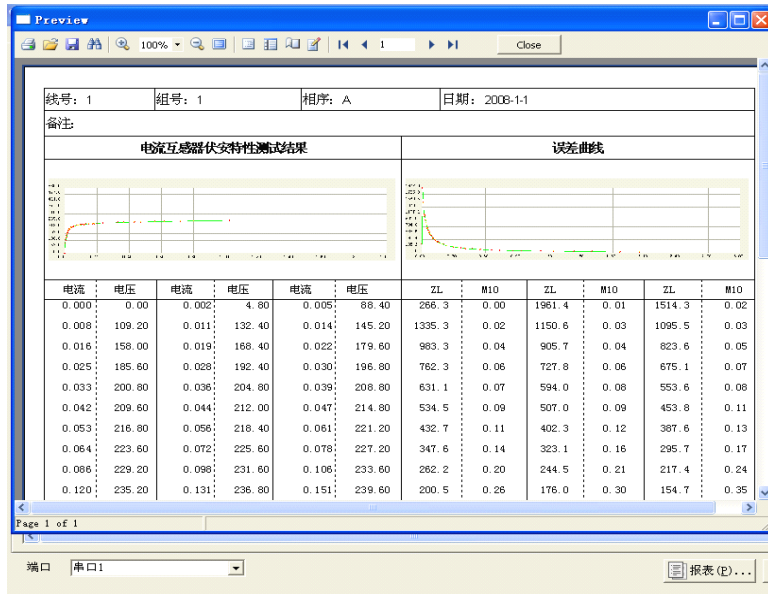

图 22
- 9.3 励磁特性测试结果, 选择“打开”并选择对象, 如图 22 为励磁特性试验曲线和数据, 选择“打印”则以报表的形式显示结果, 方便打印。点击“保存”并选择目录后, 可以将此测试结果以网页格式存入电脑, 方便以后查询(用 IE 浏览器即可查看)。